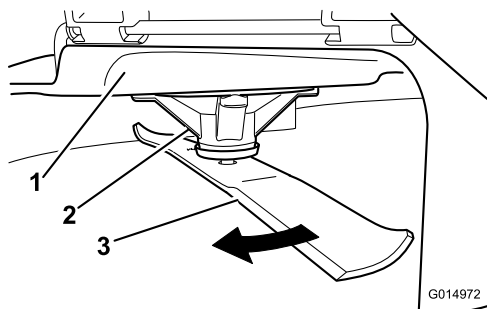

Figura 54
2. Llevando guantes fuertemente acolchados u otro tipo de protección apropiada para las manos, gire la cuchilla lentamente hasta una posición que permita medir la distancia entre el filo de corte y la superficie nivelada en la que descansa la máquina (**Figura 54**).